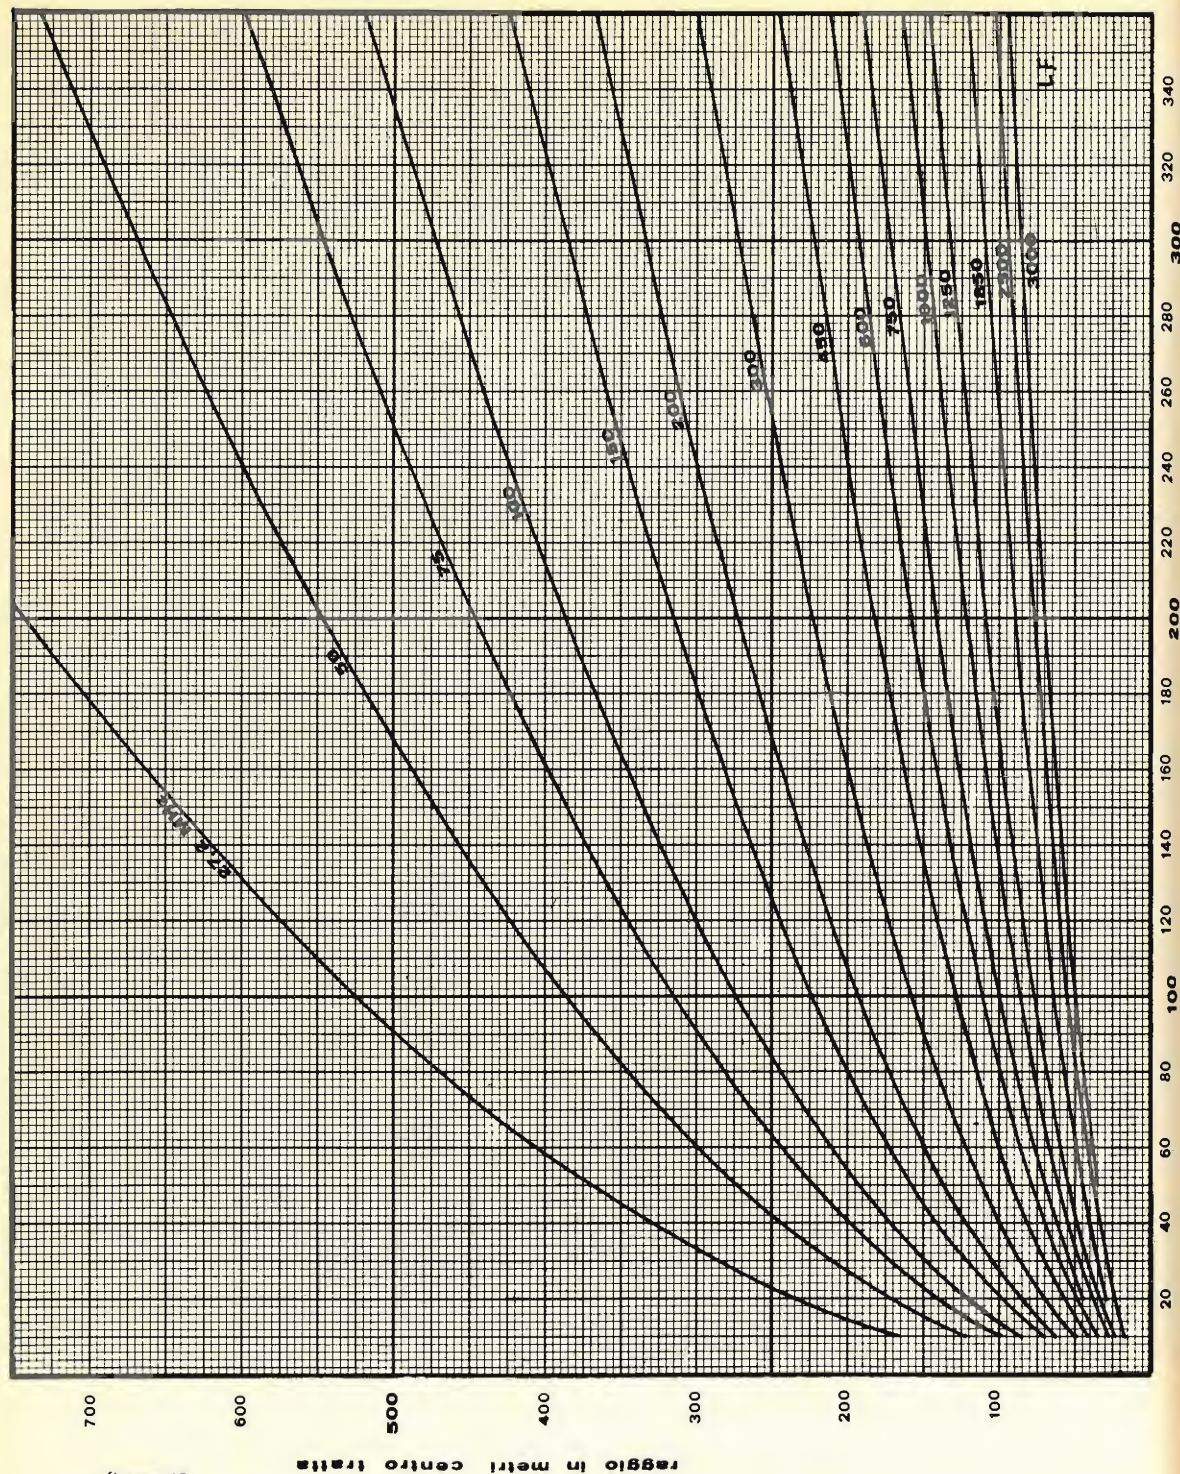

figura 18
Il primo ellissoide di Fresnel, riferito ad una assegnata frequenza, su una data distanza, potrà essere preventivamente tracciato con facilità impiegando il grafico di figura 18. Questo infatti fornisce il valore del raggio massimo ( $\rho_{\max}$ ) in metri che detto ellissoide assume al centro della tratta, in funzione della lunghezza della stessa (distanza TX-RX) e della frequenza in gioco, senza nessuna difficoltà di calcolo!
2) segnare sulle stesse, in corrispondenza della loro mezzera, il raggio massimo ( $\rho_{\max}$ ) del primo ellissoide di Fresnel in base alla figura 18;